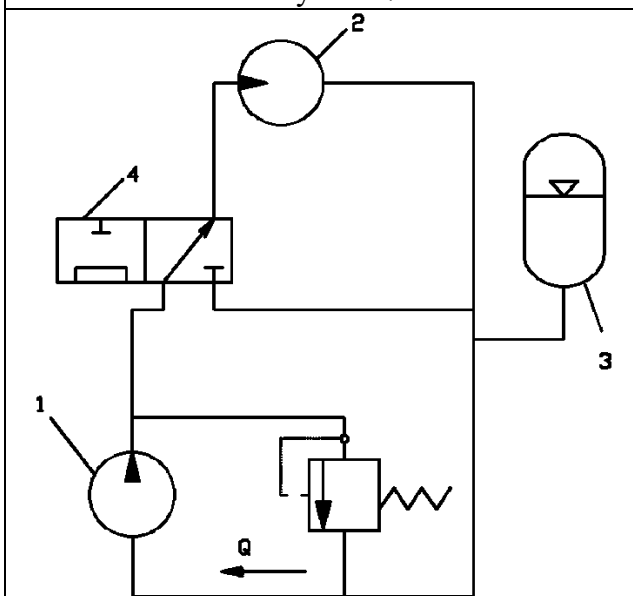

Рисунок 19
19. До распределителя (рис. 19) масло течет в трубе диаметром  $d = 10$  мм, а после распределителя - в трубе диаметром  $d_1 = 16$  мм. Расход составляет  $Q = 1$  л/с. Кинематическая вязкость масла  $\nu = 4 \times 10^{-5}$  м2/с. Определить режим движения жидкости.